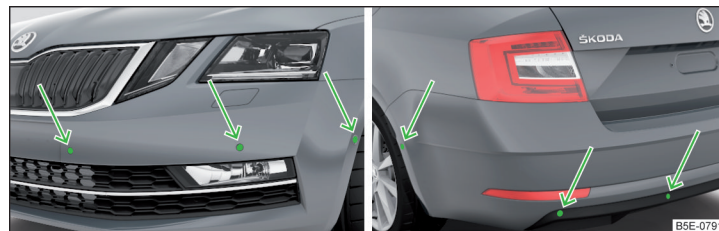

Fig. 254 Emplacement de montage des capteurs du côté gauche du véhicule : avant/arrière
- Maintenir les capteurs du système » fig. 254 à la page 229 propres ainsi que dépourvus de toute neige ou glace et ne jamais les recouvrir au risque d'entraver le fonctionnement.
Le système calcule sur la base d'ondes ultrasonores la distance entre le pare-chocs et un obstacle. Les ondes ultrasonores se trouvent, selon l'équipement du véhicule, dans le pare-chocs arrière ou également dans le pare-chocs avant » fig. 254.